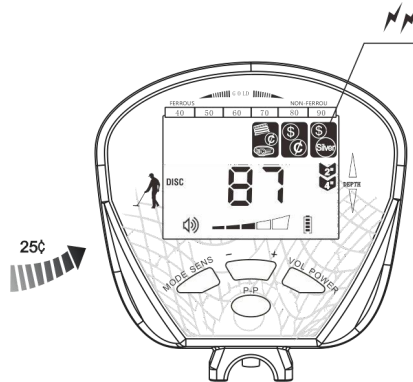

Fig.11
- e) Lorsque les trois échantillons restants sont rayés, le curseur cible correspondant clignote et le curseur numérique affiche le nombre correspondant. (Voir Fig.11, par exemple, les argents de 25 ¢)